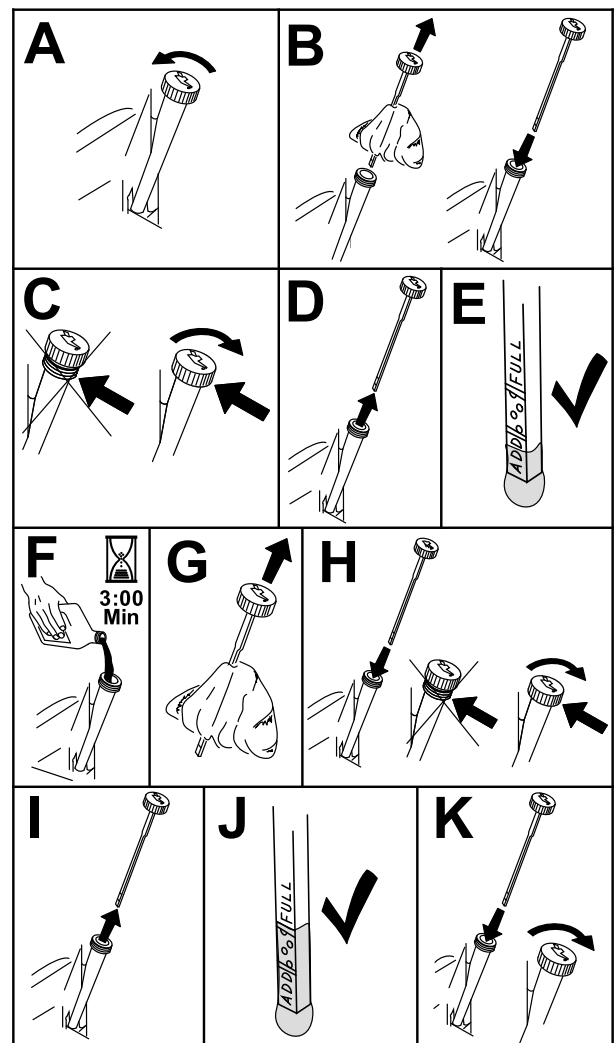

Figura 48
3. Per evitare morchia, residui d'erba, ecc. nel motore, pulite l'area attorno al tappo e all'asta di livello dell'olio prima della rimozione (Figura 48).